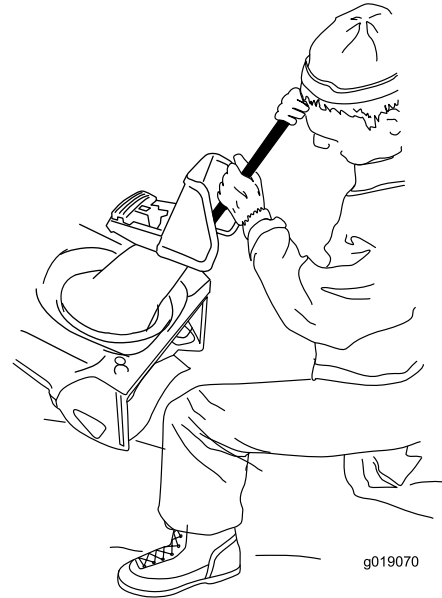

Figure 24
- Nettoyez toujours l'éjecteur à l'aide d'un outil (non fourni), jamais avec les mains (Figure 24).